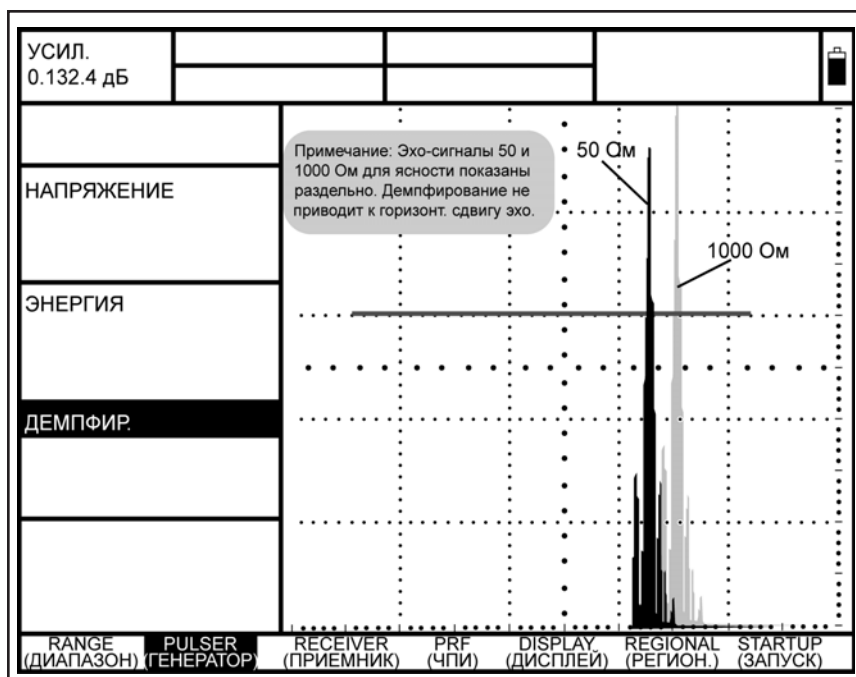

РИСУНОК 4-8—Типичные эффекты при корректировке демпфирования
- **50 или 1000 Ω** (см. Рисунок 4-8)